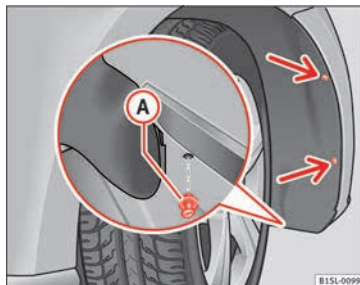

Abb. 86 Im Radhaus vorn rechts: Befestigungsschrauben (Pfeile) herausdrehen und Spreizniete **A** entfernen.
1. 2 Befestigungsschrauben der Radhausverkleidung » Abb. 86 (Pfeile) mit dem Schraubendreher aus dem Bordwerkzeug herausdrehen » Seite 74.
10. Spreizniete in die Radhausverkleidung und den Stoßfänger einsetzen und vollständig hineindrücken **» Abb. 86 A**.
11. Die 2 Befestigungsschrauben **» Abb. 86** (Pfeile) mit dem Schraubendreher festdrehen.